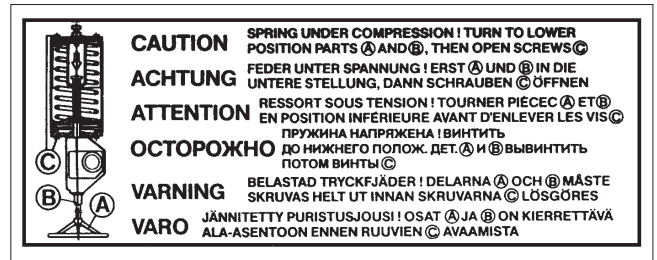

图.23 B1JAR 执行机构警告牌
气缸配有警告牌 (43)。维修设备时，请检查警告牌是否粘贴到位且清晰易读，参见图 23。还要检查气缸上是否有指示弹簧工作方向的箭头标签。